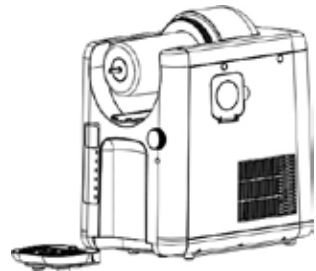

Fig. 10
18. Trek het lekbakje uit het apparaat, leeg het lekbakje en reinig het bakje en het afdrupprooster in warm water, waaraan u een beetje afwasmiddel kunt toevoegen (afb. 10).